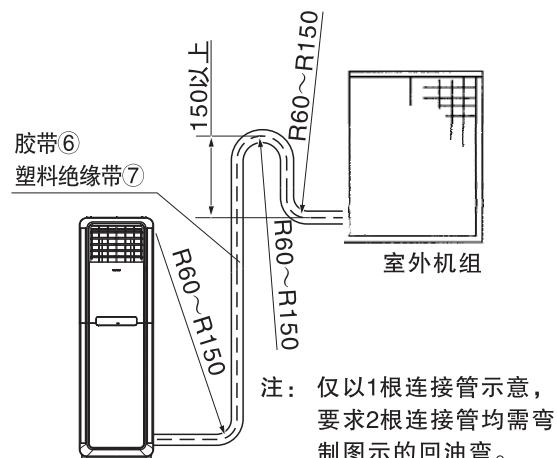

图8
- (2) 安装时如必须加长连接管，请按表(1)要求连接。
- (3) 室内、外机高度差必须小于5米。
- (4) 当室外机比室内机高时，必须将铜管弯制“回油弯”如图8。